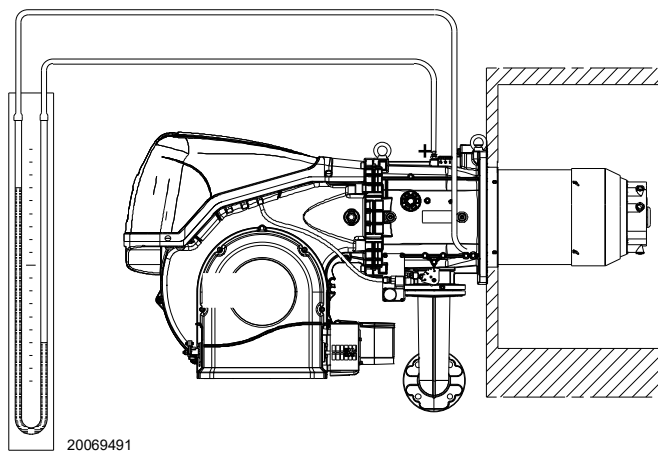

Fig. 22
- Montare un manometro a U o un manometro di tipo differenziale (Fig. 22), con presa (+) sulla pressione del gas del manicotto e (-) in camera di combustione. Serve a ricavare approssimativamente la potenza MAX del bruciatore mediante la Tab. L.
L'arrivo del gas al manicotto è evidenziato dal manometro ad U (Fig. 22 a pag. 30).